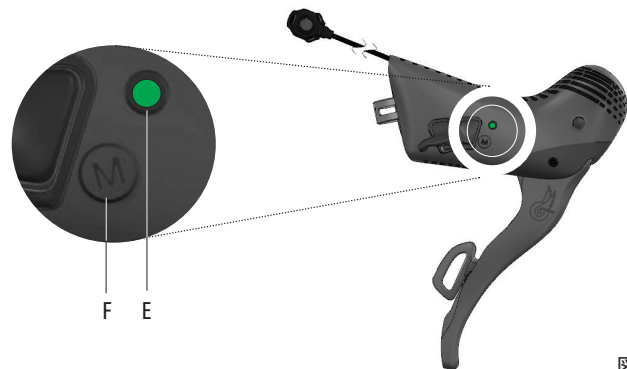
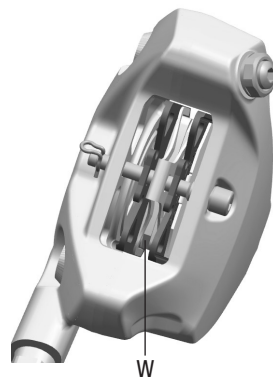

図12
図14
バッテリーの充電レベルを確認するには、エルゴパワーのモード・ボタン（F - 図14）を短く押し、エルゴパワー本体のLED（E - 図12）の色を観察します。
- ・ ブレーキ・パッドが過度に摩耗し、片方もしくは両方のパッドの摩耗インジケーターが見えなくなった場合 (W - 図14)